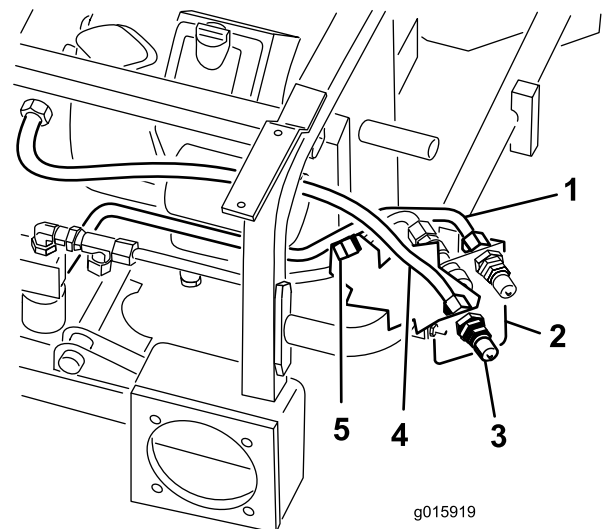

Bild 17
8. Befestigen Sie die Hydraulikleitung (Schlauch) Nr. 5 lose an der unteren Kupplung mit Außengewinde (**Bild 17**).